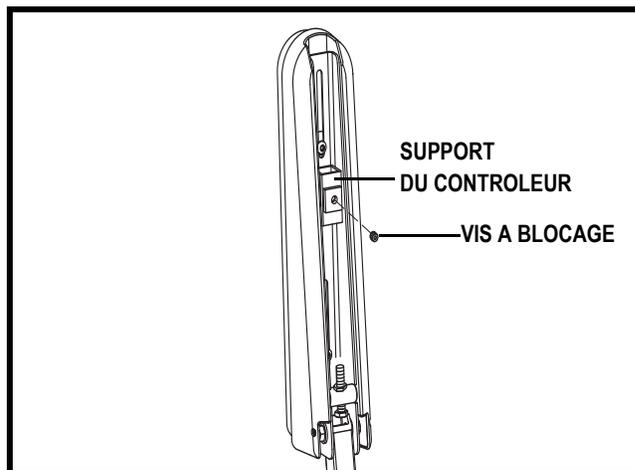

Figure 12. Installation du contrôleur (Dessous de l'accoudoir)
2. Sur un siège modèle contour, relevez l'accoudoir à la verticale et desserrez la vis a blocage. **Voir la figure 12.**
2. Desserrez la vis de réglage sous l'accoudoir. **Voir la figure 12.**